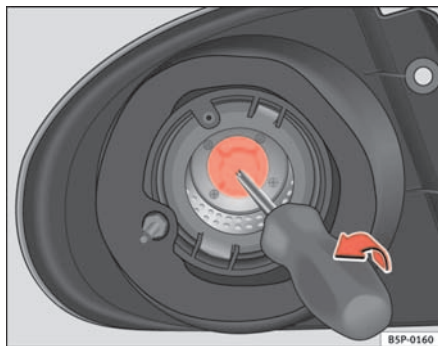

Fig. 184 Luz intermitente
- Saque el portalámparas del intermitente con ayuda de un destornillador en el sentido de la flecha (ver ⇒ fig. 184)